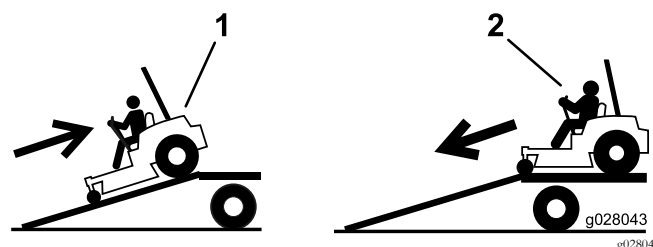

Figure 27
- Arrimez solidement la machine sur la remorque ou le camion à l'aide de sangles, chaînes, câbles ou cordes. Utilisez uniquement les quatre points d'attache désignés de la tondeuse : deux à gauche et deux à droite (voir Figure 27). Utilisez ces points même pour transporter la tondeuse équipée d'un accessoire. L'utilisation de points non désignés risque d'endommager la tondeuse et/ou l'accessoire.
Soyez extrêmement prudent lorsque vous chargez la machine sur une remorque ou un camion, ainsi que pour la décharger. Utilisez une rampe d'une seule pièce et plus large que la machine pour cette procédure. Montez les rampes en marche arrière et descendez-les en marche avant (Figure 27).